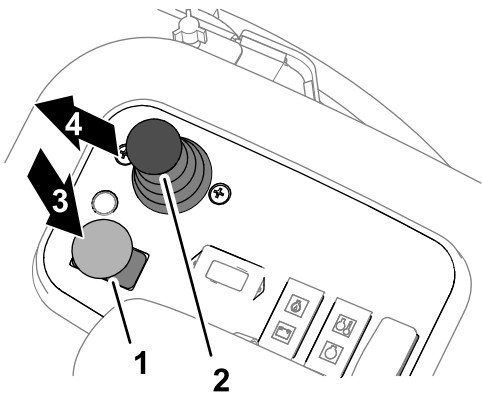

Figura 49
- 3. Ponga el interruptor de la transmisión de las unidades de corte en la posición de DESENGRANADO (Figura 49).
5. Mueva la palanca de control bajar/segarr/elear hacia adelante (Figura 49).